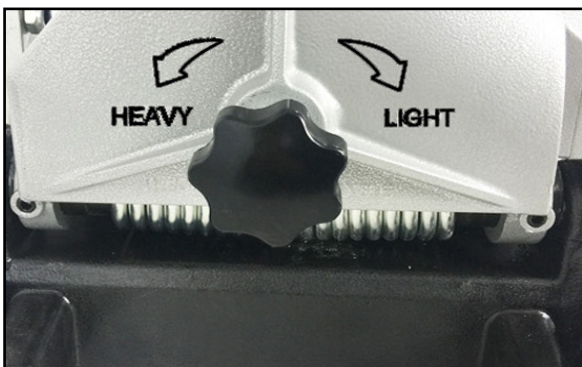

图 180-4
6. 如图 180-4 所示，如需减慢锯片下降速度时，请将手轮往顺时针方向旋转以减轻机架自身下降压力，指向标示为“LIGHT”。如需加快锯片下降速度时，请将手轮往逆时针方向旋转以加重机架自身下降压力，指向标示为“HEAVY”。